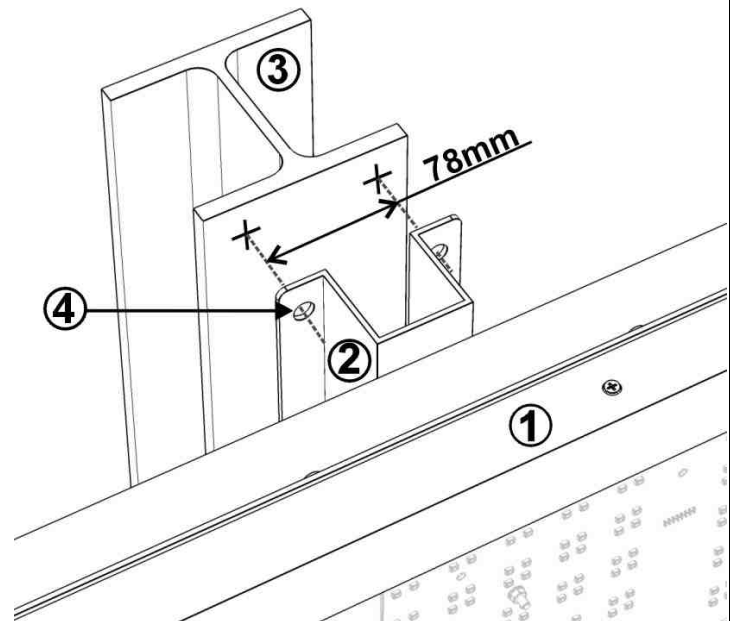

Fig. 14: Position des trous dans la poutrelle de support
1. Rapprochez le tableau aux poutrelles de support, en appuyant les profils 'Ω' verticaux. Assurez-vous que le tableau se trouve en position horizontale, fixez-le provisoirement aux poutrelles avec des serre-joints et ensuite marquez sur les poutrelles les points correspondant aux trous des profils de fixation (Fig. 14): deux trous en haut et deux en bas pour chaque profil; pour les profils plus longs (tableau FOS-39) deux autres trous à mi-hauteur.